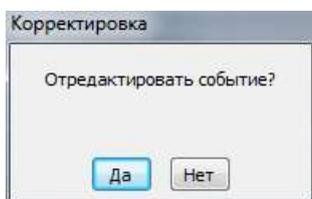

Рис.97. Окно подтверждения корректировки.
4. Подтвердить редактирование события в появившемся окне «Корректировка» (см. рис.97). После этого событие будет изменено